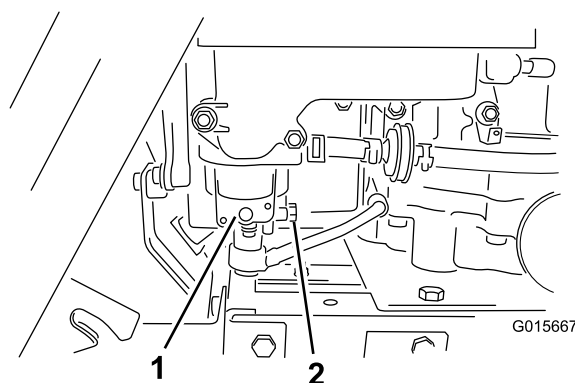

Figura 24
3. Abra el capó y localice el carburador debajo del limpiador de aire (Figura 24).
Nota: El tapón de la cámara de flotación del carburador está orientado hacia la parte trasera de la máquina (Figura 24).